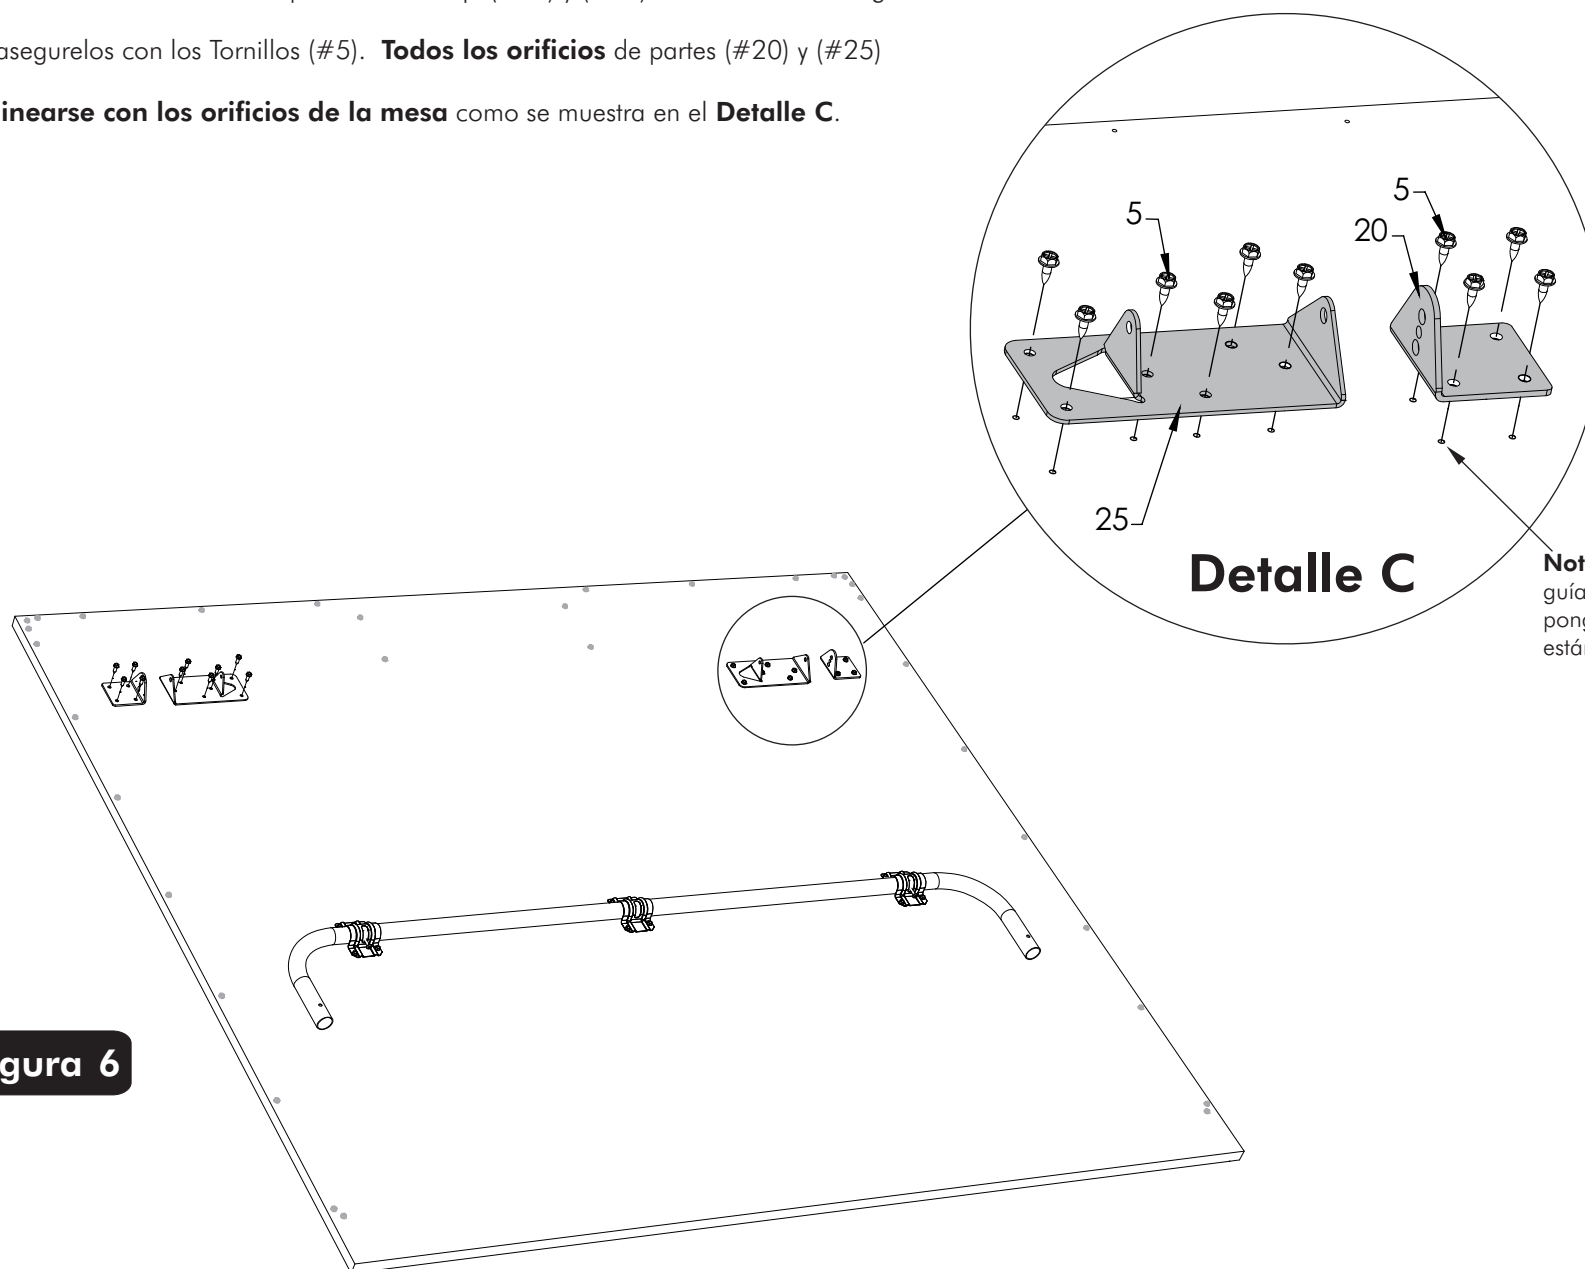

Figura 6
10. Ensamble las partes a la base del tablero con los Tornillos (#5) como se muestra en la **Figura 6**
11. a) Alinee los orificios de los dos Clips de Plástico (#6) con los orificios de guía del tablero. Asegúrese de que los dos Clips de Plástico (#6) estén puestos **exactamente como se muestra** en la **Figura 6, Detalle D1 & D2**.
- c) Alinee los orificios de la Bisagra (#18) con los orificios de guía que están en el tablero. Asegúrese que la bisagra este dirigida hacia el exterior de la mesa y que se coloque **exactamente como se muestra** en la **Figura 6, Detalle D1 & D2**.